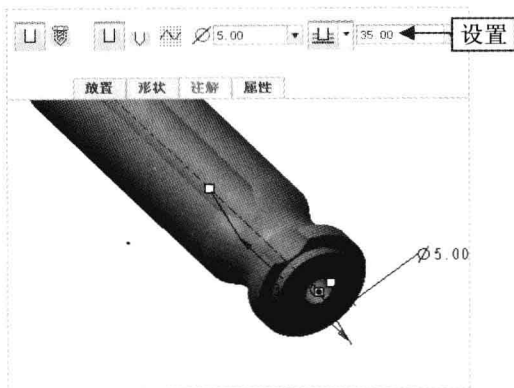

图 15-29 设置参数
Step 07 在“模型”选项卡中，单击“工程”面板中的“孔”按钮，弹出“孔”选项卡，按住【Ctrl】键的同时，在绘图区选择 A_1 轴和模型上合适的表面为放置参考，设置孔的直径为 5、深度为 35，如图 15-29 所示。